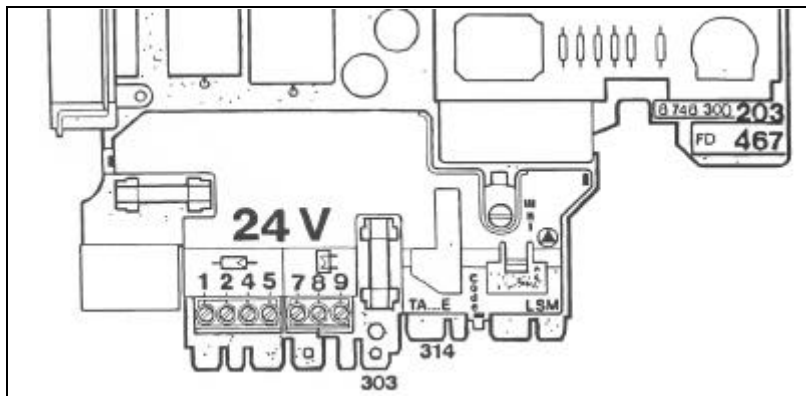

Fig. 15
De inbouwbaar buitenregeling wordt rechtstreeks aangesloten aan klem (314) met de verbindingskabel, de schakelklok aan klem (318). Zie fig. 15.
La régulation climatique incorporable est raccordée directement à la borne (314), l'horloge de commutation à la borne (318). Voir fig. 15.
De NTC-voeler van de JUNKERS-boiler aansluiten op de klemmen 303 van de printplaat (zie fig. 15).
Raccordez la sonde CTN du boiler JUNKERS aux bornes 303 de la plaque imprimée (voir fig. 15).